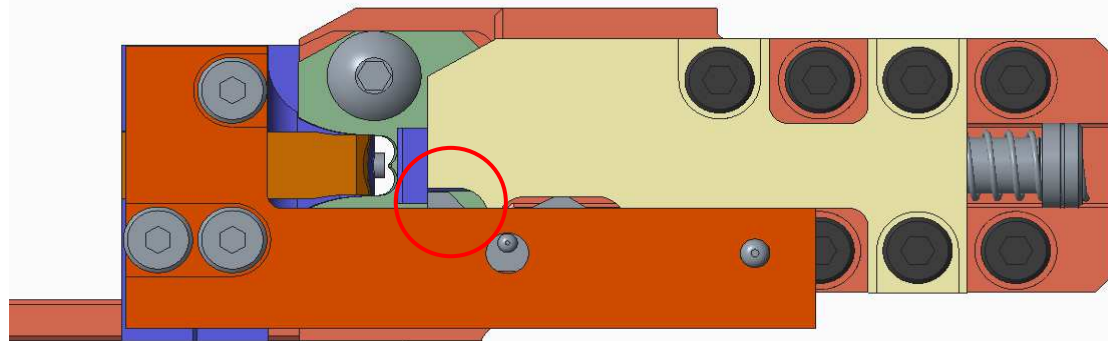

Figure 29
- d. Installer le cisaillement, le piston et le dispositif de retenue, comme illustré à la Figure 29.
1. Le piston appuie sur la géométrie en relief sur le dispositif de butée et s'insère à un endroit enfoncé (voir Figure 29).